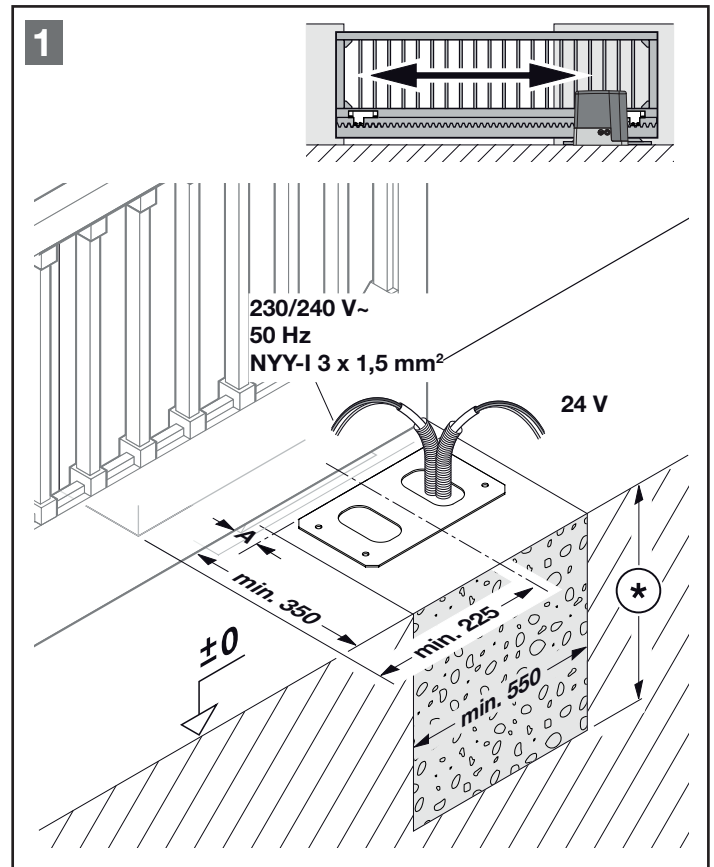
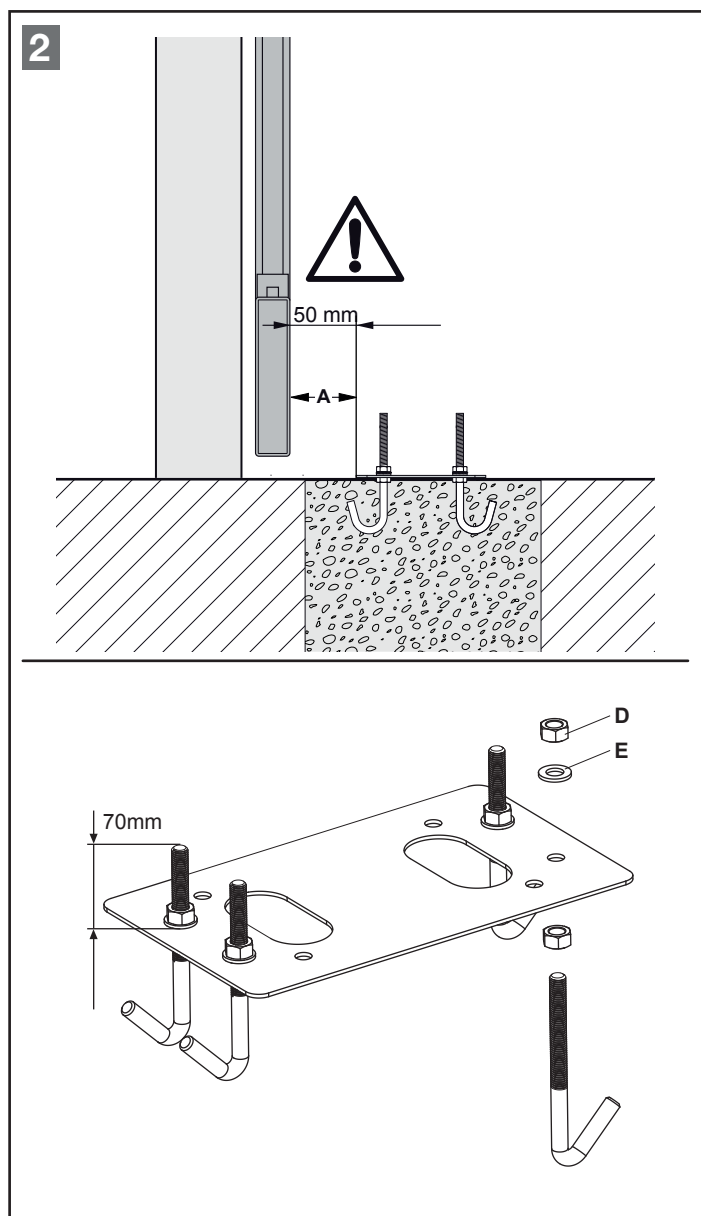

Bild 1 - Fundament
Bild 2 - Boden-Anker
- Für den Schiebetor-Antrieb ist es erforderlich, dass ein Fundament gegossen wird, sowie es im Bild 1 gezeigt ist. Die Markierung (\*) steht hierbei für die frostfreie Tiefe (in Deutschland = 80 cm).
Das Betonfundament entsprechend den Einbaumaßen vorbereiten. Die Bodenanker in den Bohrungen der Metallgrundplatte befestigen und in die Zementfläche einsetzen. Einbaumaße unbedingt beachten! Siehe „Bild 1 - Fundament“ und „Bild 2 - Boden-Anker“.
Vor dem Bohren der vier Bohrungen muss deren Lage auf der Oberfläche des Fundaments gekennzeichnet werden. Hierzu Motorgrundplatte als Bohrschablone verwenden. Einbaumaße unbedingt beachten! Siehe „Bild 1 - Fundament“ und „Bild 2 - Boden-Anker“. Anschließend Dübellöcher bohren, die Bohrlöcher reinigen und Grundplatte mit geeignetem Montagematerial befestigen. Hierbei die Unterlegscheibe mit der Mutter gegen den Boden festziehen.